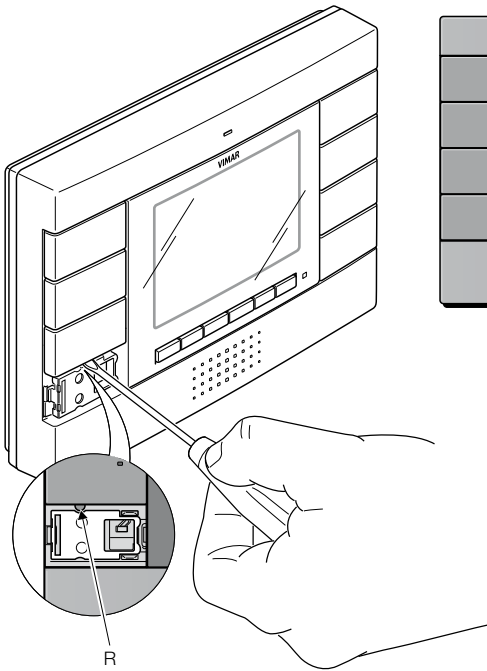

Figura 11
- Premere brevemente, mediante un cacciavite o un piccolo utensile, il pulsante **R** posto al di sotto del **tasto D** (figura 11);